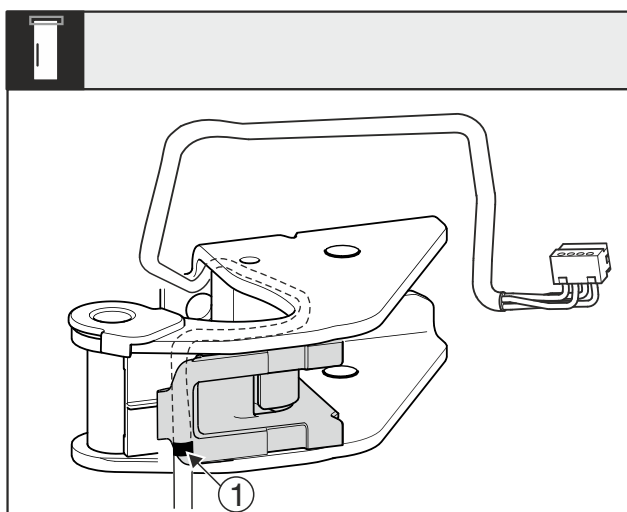

Fig. 29
- ▶ Środkowe oznaczenie Fig. 29 (1) musi się znajdować na krawędzi mocowania kabla.